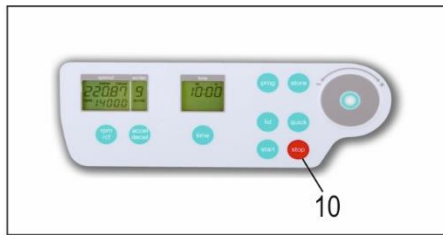

Abbildung 31
Mit der „stop“ Taste (10) (siehe Abbildung 31) kann ein Lauf jederzeit unterbrochen werden. Nach Betätigen der Taste wird die Zentrifuge mit der jeweiligen vorgewählten Bremsintensität bis zum Stillstand abgebremst.